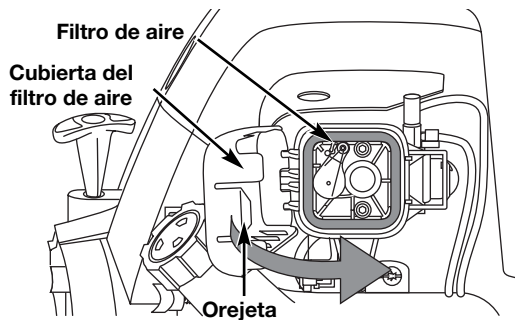

Fig. 28
8. Mueva la cubierta hacia la derecha hasta que la orejeta del filtro de aire calce en su lugar en la ranura de la placa posterior (Fig. 28).